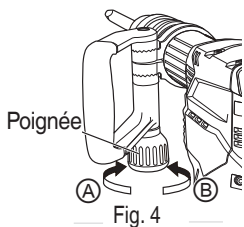

Fig. 4
- (1) Desserrer la poignée en tournant la saisie dans le sens de Ⓐ comme indiqué à la Fig. 4.